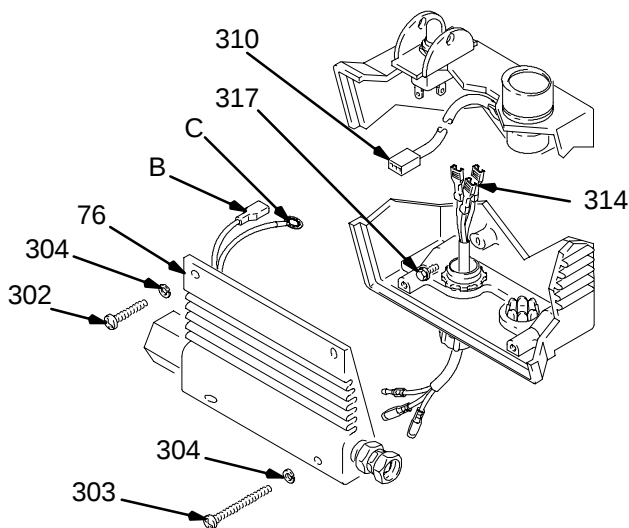

Fig. 22
3. Saque los cuatro tornillos y arandelas de montaje (302, 303, 304) de la tapa del dispositivo de control de presión (76). Vea la Fig. 22.
4. Retire con cuidado la tapa del dispositivo de control de la presión (76) para no estirar los cables.
5. Desconecte los hilos blanco y negro del cable del dispositivo de control de presión (314) de la tapa del mismo.
6. Desconecte el conjunto del cable del potenciómetro (310) de la tapa del dispositivo de control de presión.
7. Desconecte el cable rojo (B) del interruptor de encendido ON/OFF.
8. Afloje el tornillo del terminal de conexión a tierra (317) y desconecte el cable de conexión a tierra (C).